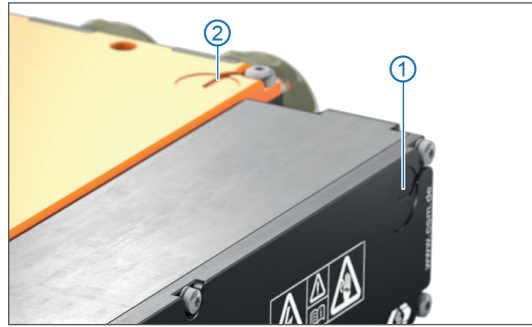

Abb. 4-1: HV BM 1.2+S, Belüftungsöffnungen im Gehäuse
HV Breakout-Module vom Typ HV BM 1.2+S sind mit zwei GORE™-Membranen ausgestattet (Abb. 4-1), die für den Druckausgleich benötigt werden. Um die Atmungsfunktion der Membranen zu gewährleisten, dürfen die Belüftungsöffnungen in der Vorderseite des Gehäuses ① bzw. im Gehäusedeckel ② niemals verschlossen/abgedeckt werden oder dauerhaft von Wasser oder anderen Flüssigkeiten bedeckt sein. Es besteht dann die Gefahr, dass sich im Gehäuseinneren Kondensat ansammelt und das Messmodul dadurch beschädigt wird.